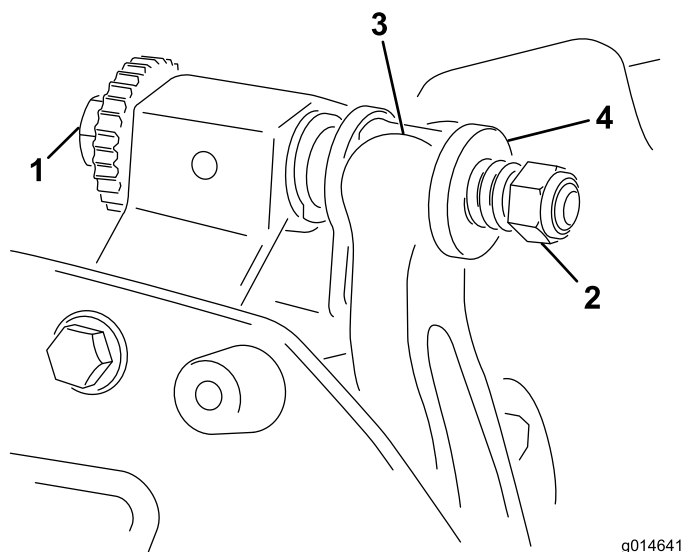

Figure 20
- Tournez la vis de réglage de la barre d'appui dans le sens anti-horaire pour éloigner la contre-lame du cylindre (Figure 20).
- Faites sortir l'écrou de tension du ressort jusqu'à ce que la rondelle ne soit plus tendue contre la barre d'appui (Figure 20).
- Installez la barre d'appui en plaçant les languettes de montage entre les rondelles et la vis de réglage de la barre d'appui (Figure 20).